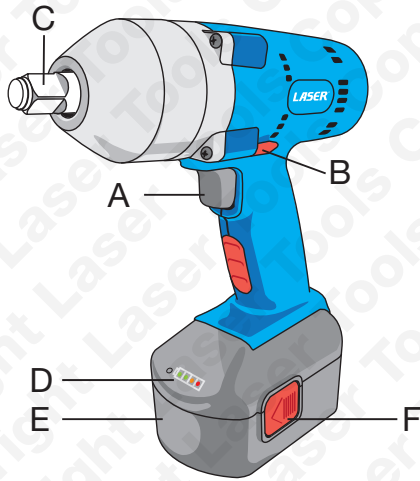

Fig 1
Raadpleeg afbeelding 1: door indrukken van de bedieningsknop, kunt u de staat van de lading van de accu controleren. Deze wordt aangeduid door de indicatielampjes acculading (D); status geheel opgeladen wordt aangeduid door vier (4) brandende leds (twee groene, een gele en een rode). Naarmate de accu verder ontladst, dimmen de leds één voor één, te beginnen met de groene, vervolgens de gele.
Raadpleeg **Afbeelding 1:** druk beide bevestigingsclips in (F) en schuif de accu voorwaarts en weg van de moerpistool.
De draadloze slagmoerpistool 6314 wordt geleverd met een 1/2"-aandrijfvierkant (**C** in **Afbeelding 1**).
Raadpleeg **Afbeelding 1**: om de draairichting te wijzigen, stop de machine, druk vervolgens de selectieschakelaar VOORUIT – VERGRENDELEN – ACHTERUIT (**B**) in de gewenste stand; in de stand geheel links, draait de pistool rechtsom; in de stand geheel rechts, draait de pistool linksom. Wanneer u de slagmoerpistool niet gebruikt, zet de keuzeschakelaar in stand VERGRENDELEN.